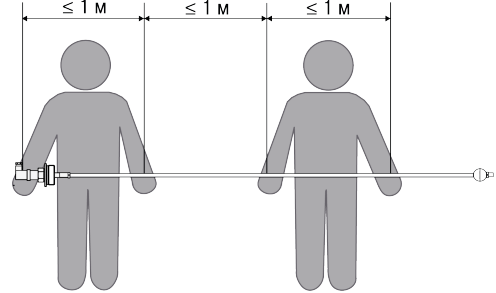

Рисунок 3.1 – Переміщення датчика довжиною понад 2 м
- датчик довжиною понад 2 м витягують з упаковки і переносять двоє людей: однією рукою слід утримувати датчик за металевий фланець корпусу, а далі підтримувати трубку арматури через кожний 1 м (див. рисунок 3.1).